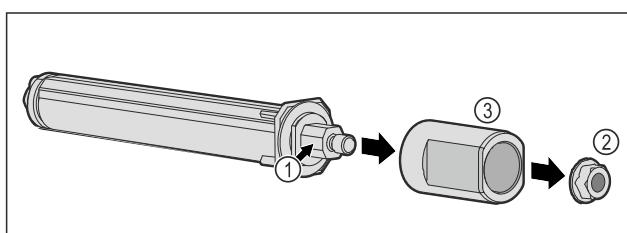

Fig. 58
- Neardykitė durų uždarymo sistemos Fig. 58 (1).
- Atsukite veržlę Fig. 58 (2).
- Nuimkite įvorę Fig. 58 (3).